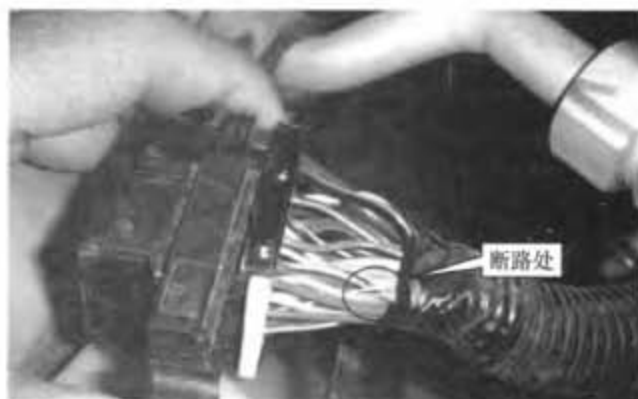

图2 X1插头故障点
- 5). 然后拔掉发动机线束和发动机舱线束之间的 X1 插接器，分别测量 X01 插座的 36 脚和 TCM 的 C16 插座的 17 脚，测量 X01 插头的 36 脚和 ECM 的 E01 插座的 62 脚的导通性，均导通属正常现象。而在测量 X01 插座 37 脚和 TCM 的 C16 插座 7 脚时，也导通。在测量 X01 插头 37 脚和 ECM 的 E01 插座的 81 脚时，线路又不导通，呈断路状态。当削开 X1 插头的护套时，发现浅绿/黑色线已经断开（图 2）。